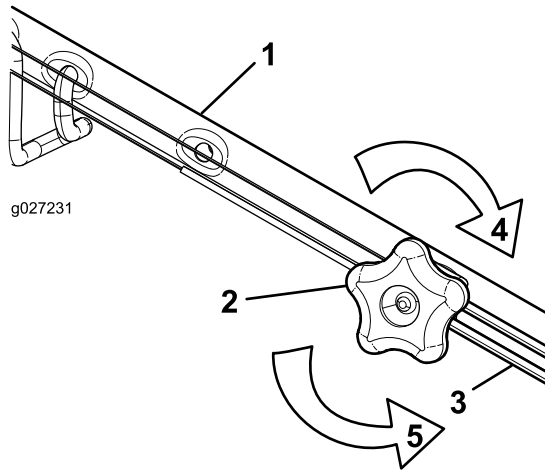

Bild 27
1. Drehen Sie das Handrad nach links, um die Zueinstellung zu lösen (Bild 27).
2. Stellen Sie die Spannung des Zugs (Bild 27) ein, indem Sie ihn zurückziehen oder nach vorne drücken und dann in dieser Stellung arretieren.